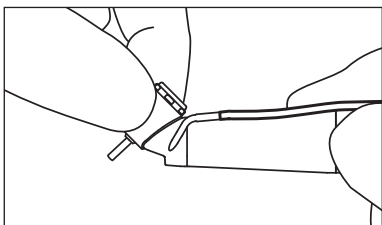

図 5
- ハンドピース停止後、ヘッド部に異常な発熱がないことを直接手で触って確認してください(図5)。